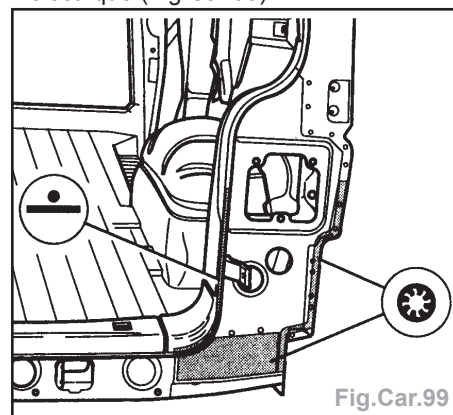

Fig. Car.99
- Souder la pièce neuve à la pointeuse électrique (Fig. Car.99).